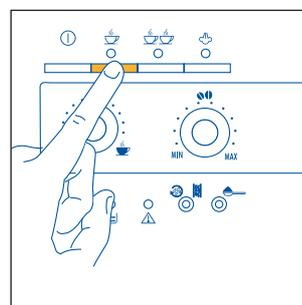
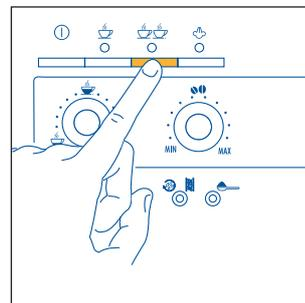
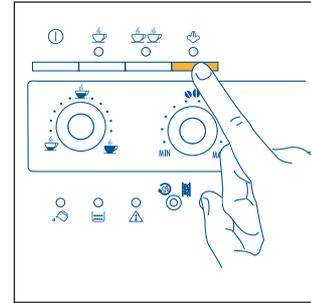
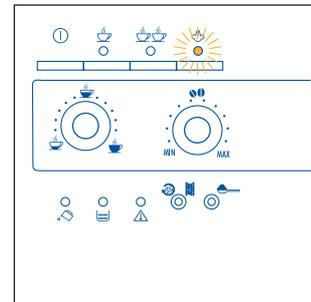

Fig. 12
Fig.13
Fig.21
Fig.22
- 5) Prima a tecla  (fig. 12) se tiver optado por tirar um café ou a tecla  (fig. 13) se desejar tirar 2 cafés. A máquina mói, então, os grãos, efectua uma breve pré-infusão e, depois, completa a extracção do café para dentro da chávena.
**NOTA 4:** A extracção pode ser interrompida a qualquer momento, enquanto a máquina estiver a fazer o café, bastando para tal premir a tecla ☕ (fig. 12) ou ☕☕ (fig. 13) previamente seleccionada.
**NOTA 5:** Se, depois de terminada a extracção, desejar aumentar a quantidade de café que está na chávena, mantenha premida a tecla ☕ (fig. 12) ou ☕☕ (fig. 13) previamente seleccionada, até obter a quantidade desejada (esta operação deve ser executada no espaço de 3 segundos após o fim da extracção).
- Prima a tecla de vapor (fig. 21). A luz ☼ (fig. 22) começará a piscar, indicando que o aquecimento prévio da máquina está em curso.
- Uma vez atingida a temperatura desejada, interrompa a extracção do vapor, rodando o botão do vapor para a direita, até ao limite máximo (fig. 6) e prima a tecla de vapor ☼ (fig. 21) para desactivar a função de vapor.
**NOTA 1:** Logo após a preparação do cappuccino e uma vez desactivada a função de vapor premindo a tecla de vapor ☼ (fig. 21), se premir a tecla ☼ (fig. 12) ou ☼☼ (fig. 13) para tirar um novo café, a máquina está com uma temperatura demasiado elevada para o fazer (as luzes verdes ☼ e ☼☼ piscam, indicando que a temperatura não é a mais adequada). Torna-se, assim, necessário aguardar uns dez minutos para que a máquina arrefeça um pouco.